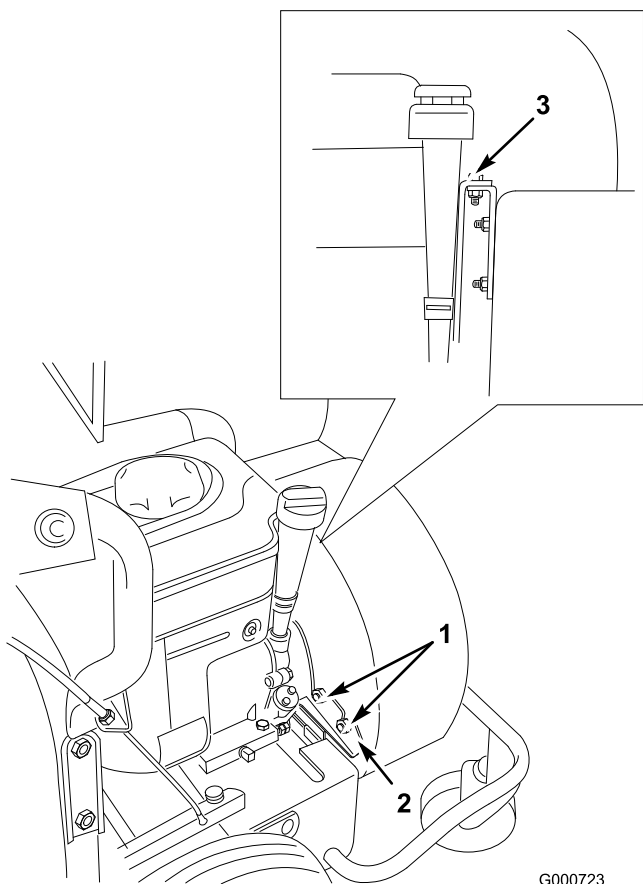

Figura 34
8. Afloje las dos contratuercas que fijan el conjunto del soplador al soporte de estabilización (Figura 34).
9. Retire el perno que fija el conjunto del soplador y levante el conjunto todo lo que permita el impulsor (Figura 34).